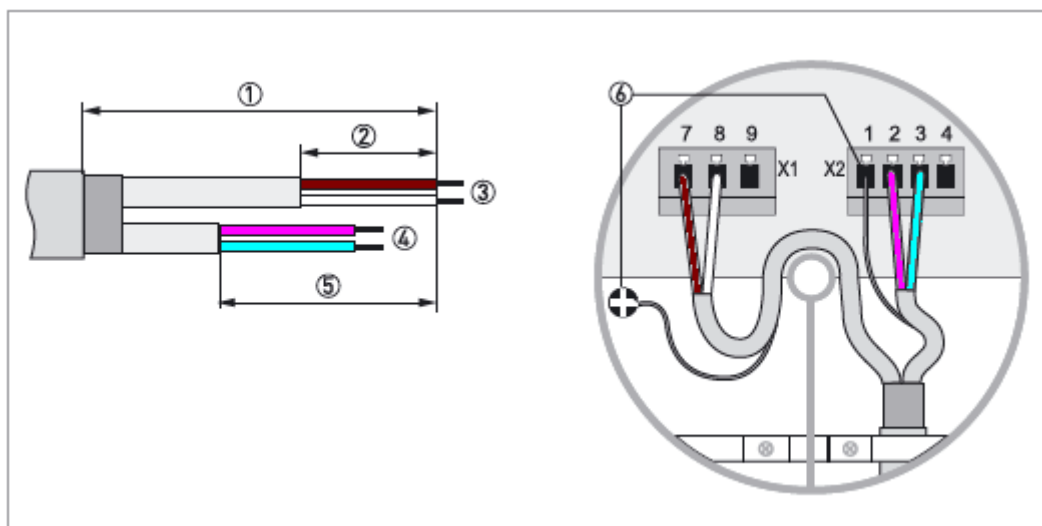

Рис. 4-2. Подключение стандартного сигнального кабеля со стороны датчика WATERFLUX 3000
- Сигнальный кабель, стандартно поставляемый с датчиком WATERFLUX 3000, включает все нужные жилы для подключения электродов и обмотки возбуждения (см. рис. 4-2).
- Предварительно подготовьте сигнальный кабель: зачистите участки кабеля в соответствии с пунктами 1 ÷ 3 рис. 4-2.